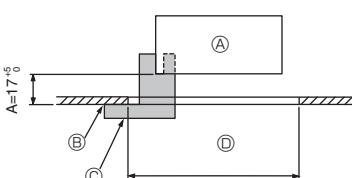

Fig. 9-2
①	Решетка	1	950 × 950 (мм)
②	Монтажный калибр	1	(Поделен на 4 части)
③	Винт (4 × 16)	1	для PLP-6EAЕ, PLP-6EALE, PLP-6EALME
④	Угловая панель i-see sensor	1	для PLP-6EAЕ, PLP-6EALE, PLP-6EALME
⑤	Беспроводной пульт дистанционного управления	1	для PLP-6EALM, PLP-6EALME
⑥	Держатель пульта дистанционного управления	1	Входит в комплект при наличии беспроводного пульта дистанционного управления.
⑦	Батарейки LR6 AA	2	Входит в комплект при наличии беспроводного пульта дистанционного управления.
⑧	Шурупы-саморезы 3,5 × 16	2	Входит в комплект при наличии беспроводного пульта дистанционного управления.
9.2. Подготовка к установке вентиляционной решетки (Fig. 9-2)
- С помощью поставляемого в данном комплекте калибра ② отрегулируйте и проверьте размещение главного прибора относительно поверхности потолка. Если положение главного прибора относительно поверхности потолка неправильное, то результатом могут явиться утечки воздуха или образование конденсата.